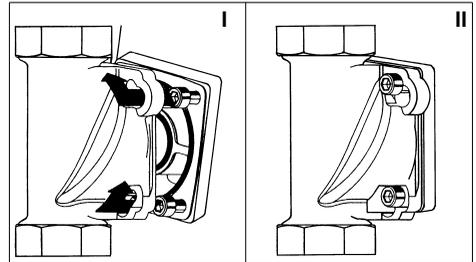

Fig. 4 : Bride rotative avec baïonnette
- Placer les quatre vis de brise dans l'alésage à baïonnette de la bride rotative (cf. fig. 4 I).
- Tourner le filtre de protection à rétrolavage dans le sens des aiguilles d'une montre jusqu'à la butée (cf. fig. 4 II).